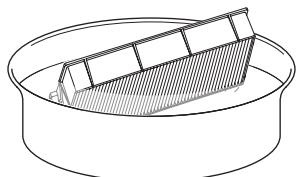

Fig. 1
1) **Lavare l'unità filtro aria. (Fig. 1)**